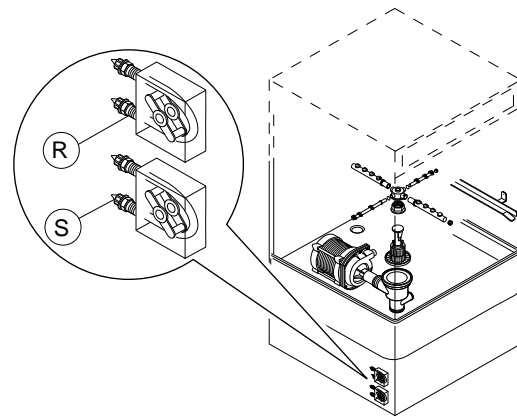

Fig. 1 Overzicht automatische doseerapparaten
1. Vaatwasser met ingebouwd doseerapparaat voor vloeibaar vaatwasmiddel (Fig. 1)
2. vaatwasser met ingebouwde peristaltische pomp voor doseerapparaat voor glansspoelmiddel (Fig. 1)